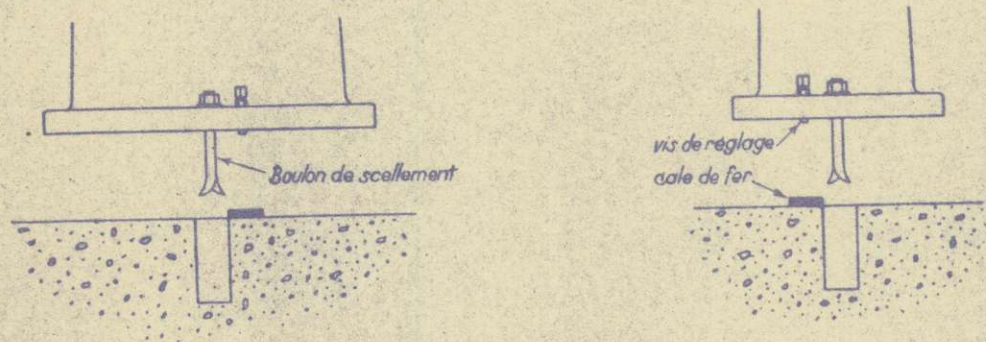

Fig. 3.
**PROCÉDÉ PRATIQUE DE SCELLEMENT :** La fondation étant supposée prête à recevoir la machine, on soulève cette dernière comme indiqué à la figure 1, afin d'introduire les boulons d'ancrage dans les trous de fixation du tour. (Fig. 3).